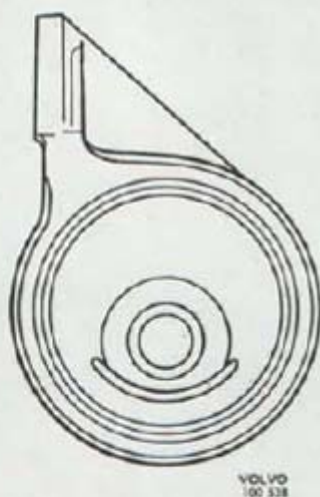

Bild 3. Gummikudde, monterad, 544
stödja under plattan. Kudden pressas i med hjälp av plattan (1). Se till att kudden monteras från den fasade sidan av hållaren och att hålet för fästbulten kommer enligt bild 3 resp. 4.